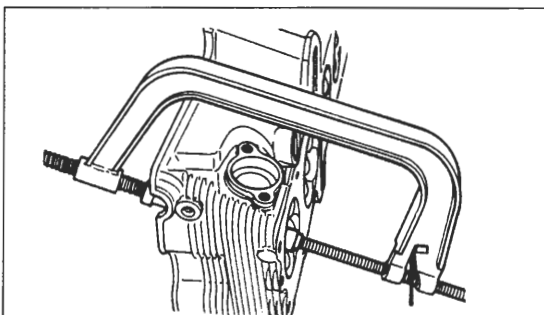
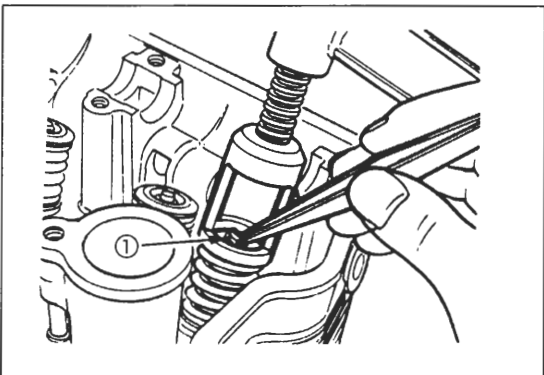

Bild 166
Bild 167
- Ventile mit Ventildfederhalter ausbauen (Bild 166). Ventildfedern nur soweit zusammendrücken, bis Ventileile ① Bild 167 mit Pinzette oder Magnetheber entfernt werden können oder herausfallen.